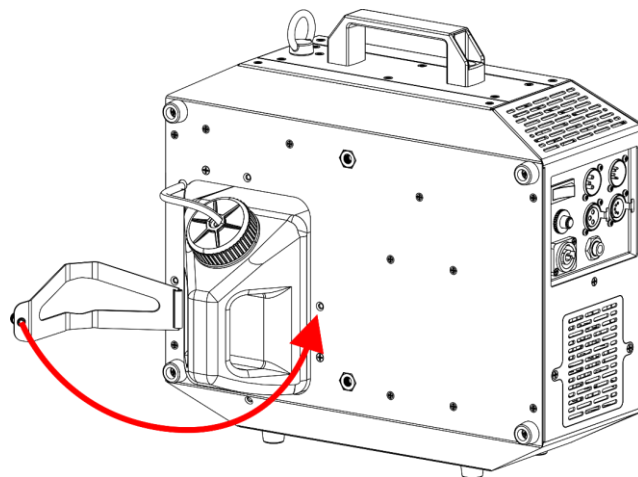

Fig. 23
- 18) Basculez le **support du réservoir de liquide (03)**, comme indiqué sur la Fig. 23.